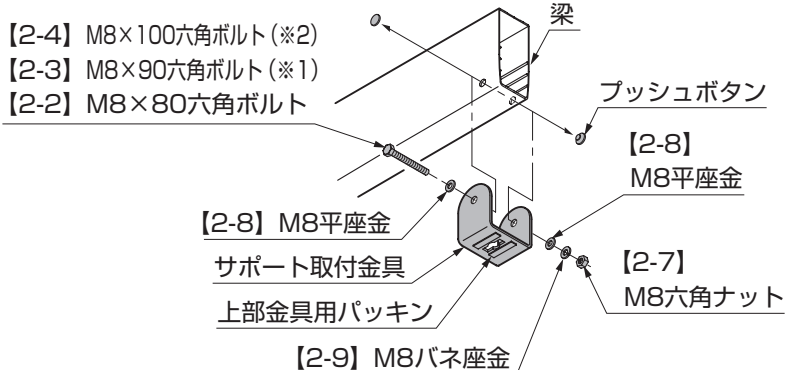

図3-2
- ①梁先端の側面に付いているプッシュボタンを外して、サポート取付金具を梁に【2-2】、【2-7】、【2-8】、【2-9】で取付けてください。(図3-2参照)